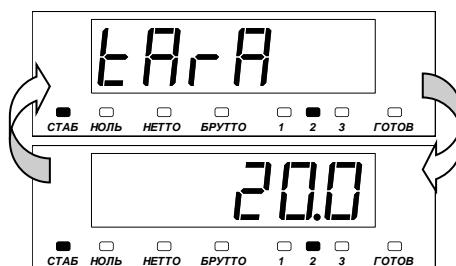

Рисунок 8
2.3.7.3 При отображении значения массы тары не горят светодиоды "НЕТТО" и "БРУТТО", сообщение "tArA" чередуется с показаниями значения массы тары (рисунок 8).